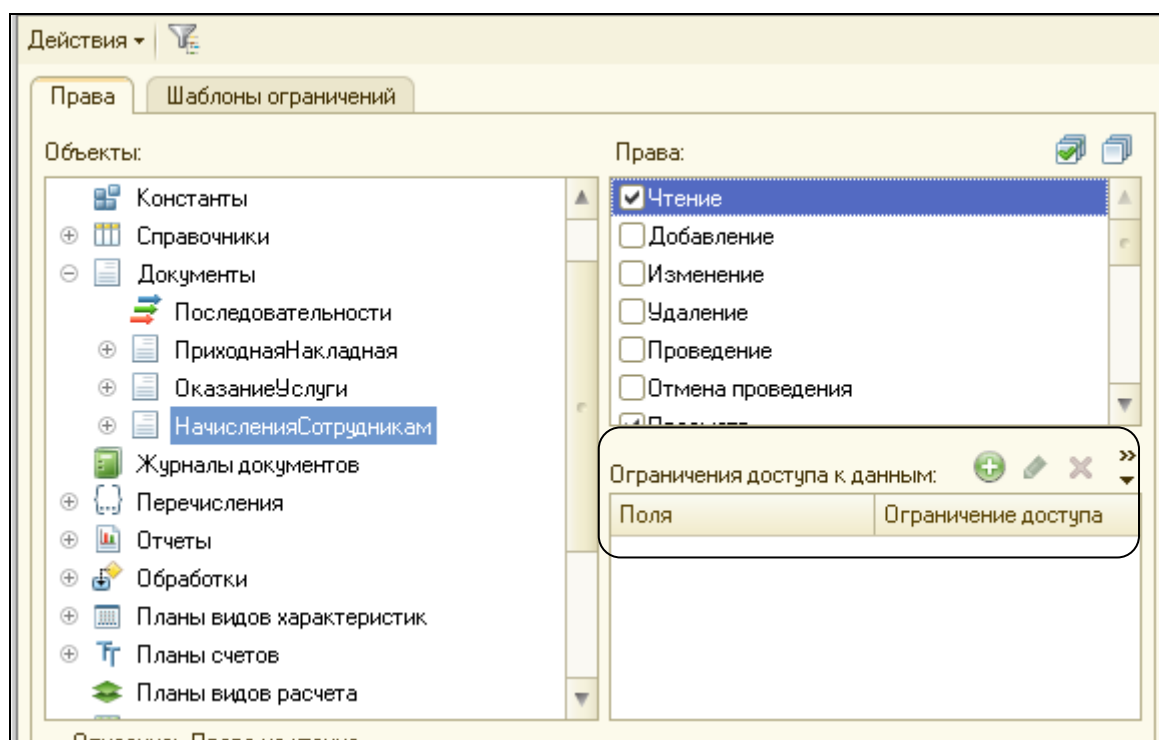

Рисунок 11.12 Добавление ограничения доступа к роли Мастер
1. Установим для роли **Мастер** право **Просмотр** для документа **НачисленияСотрудникам**. Автоматически устанавливается право **Чтение**. Выделить право **Чтение**. В области **Ограничение доступа** к данным нажать на кнопку **Добавить** (рис.11.12).